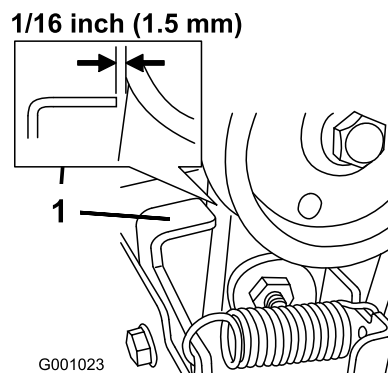

Рисунок 48
3. При отпущенном рычаге шкива/крыльчатки убедитесь в том, что зазор между узлом муфты шкива и лапкой составляет 1,5 мм (Рисунок 48).